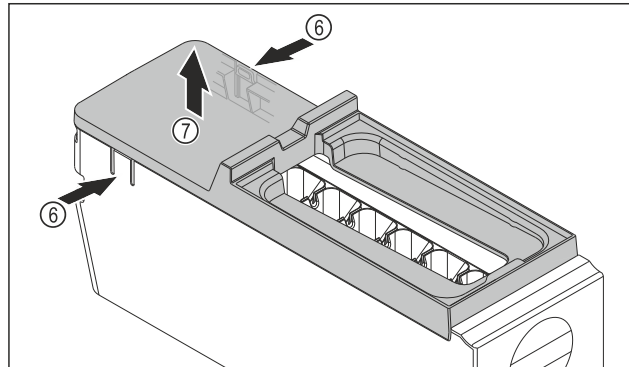

Fig. 173
- ▶ Rimuovere la copertura del corpo dell'EasyTwist-Ice: Con una mano, premere le linguette Fig. 173 (6) su entrambi i lati del corpo dell'EasyTwist-Ice.
- ▶ Con l'altra mano, estrarre verso l'alto la copertura Fig. 173 (7).